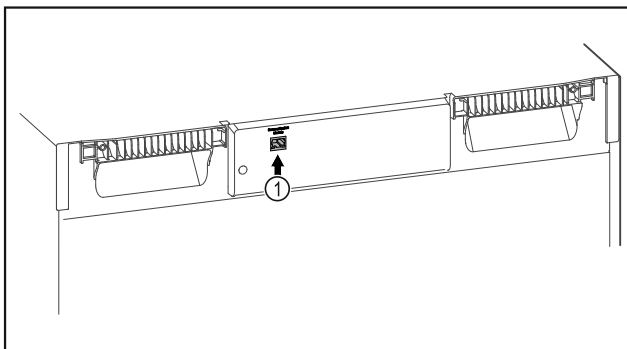

Fig. 111
- SmartModule Fig. 111 (1) er sat i.